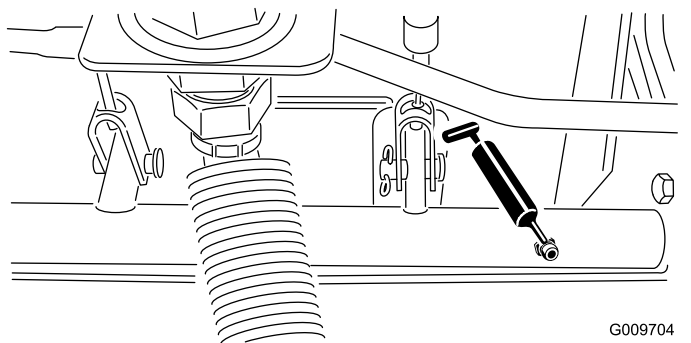

Figura 81
- Rulmeni de pivotare a arborelui de frână (5), aa cum se arată în Figura 81